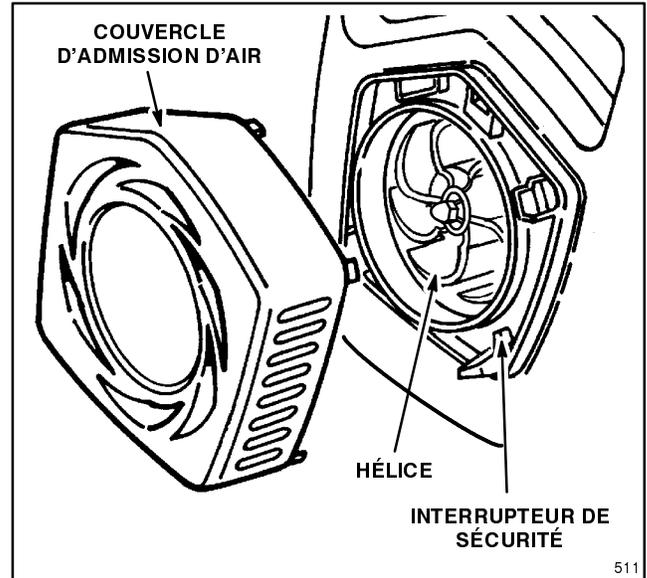

Figure 2
2. Saisir le couvercle d'admission d'air et le faire tourner vers la gauche jusqu'à ce que les ergots de verrouillage soient libérés. Retirer le couvercle (Fig. 2).